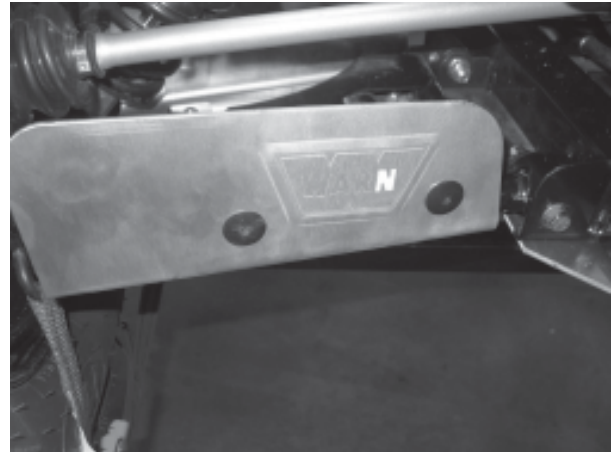

Figure 1
2. Installez la protection (A1) et fixez-la à l'aide de vis n° 12 (B3) par les trous de montage arrière de la protection. Ne serrez pas. (Figure 1).